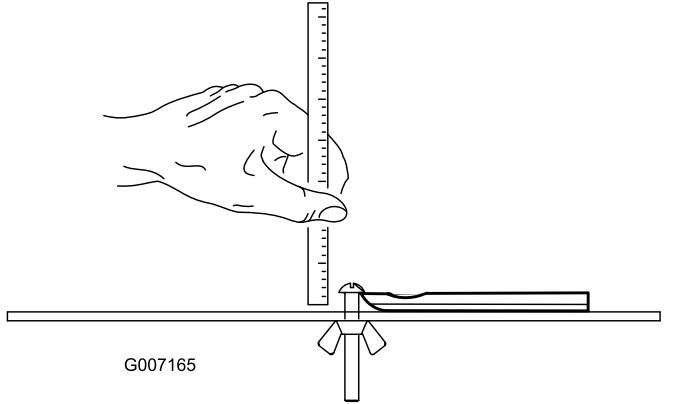

Figura 26
**Nota:** Todos los límites de ajuste de la contracuchilla se miden respecto a la cara inferior de la misma (Figura 26)